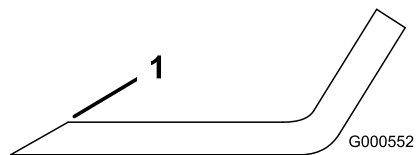
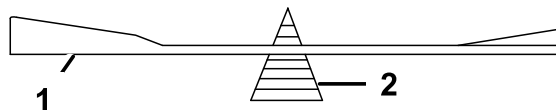

Figure 52
Figure 53
1. Au moyen d'une lime, aiguissez les tranchants aux deux extrémités de la lame (Figure 52). Veillez à conserver l'angle de coupe d'origine. Limez la même quantité de métal sur chacun des deux tranchants pour ne pas déséquilibrer la lame.
2. Vérifiez l'équilibre de la lame en la plaçant sur un équilibreur (Figure 53). Si la lame reste horizontale, elle est équilibrée et peut être utilisée. Si la lame est déséquilibrée, limez un peu l'extrémité de l'ailette seulement (Figure 52). Répétez cette procédure jusqu'à ce que la lame soit équilibrée.